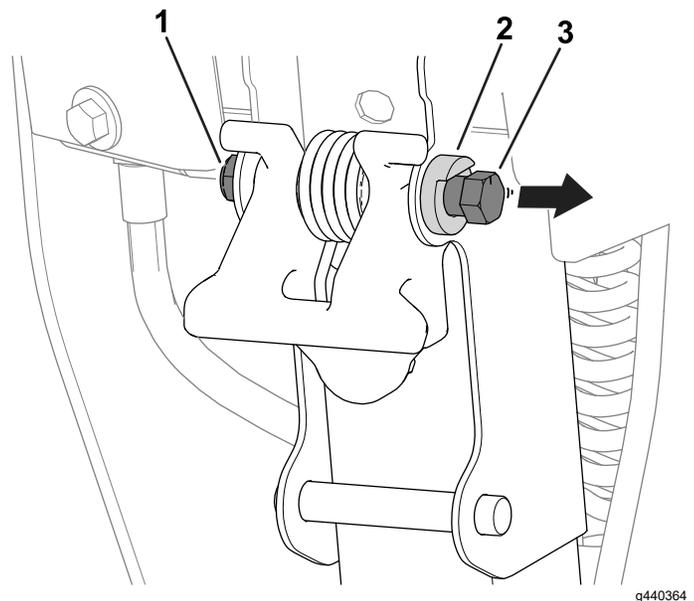

Bild 13
1. Lösen Sie die Mutter des Riegelbolzens, so dass sich der Bolzenkopf bis knapp über den Drehanschlag hinaus frei bewegen kann (Bild 13).
3. Ziehen Sie die Mutter des Riegelbolzens (Bild 13) so an, dass die neue Bolzenposition gegen den Drehanschlag gesichert ist.